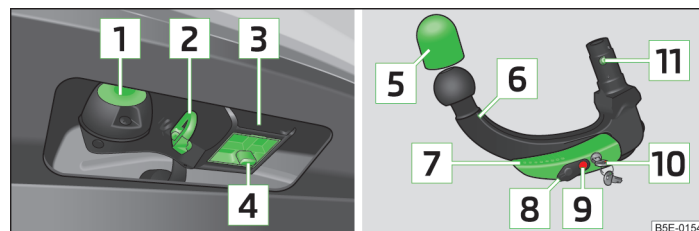

Fig. 152 Presa del gancio di traino / Testa sferica
- Tirare verso il basso il cappuccio » fig. 152 a pagina 179.
- Inserire il cappuccio **4** » fig. 152 a pagina 179 sul pozzetto di alloggiamento.